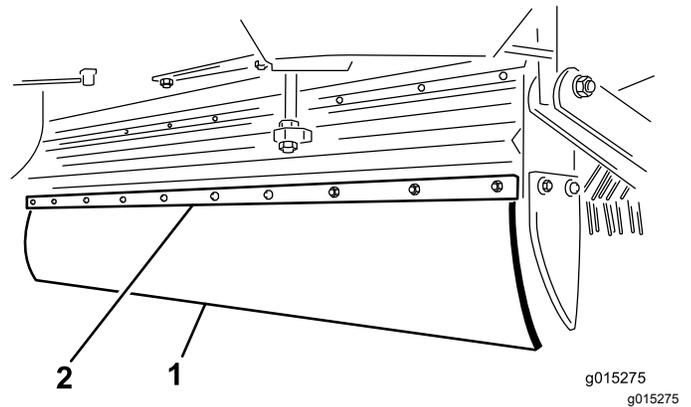

图 25
2. 卸下安装挡板和挡板固定装置上的 10 个螺栓、垫圈和螺母 图 25。